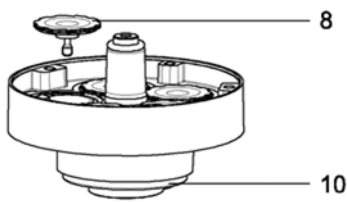

Fig. 6
1. Membranen (8) von Hand in Membranhalter (10) einschrauben und gut anziehen.
2. Gemäss Fig. 6 Membranaufnahme (9) auf eine geeignete Unterlage stellen.